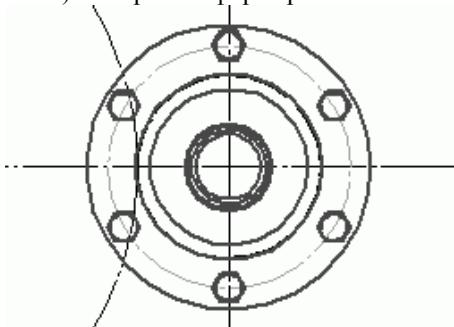

Рис. 2.105. Выполнение команды Копирование по окружности
6. Выделите созданную головку винта и нажмите на панели Редактирование кнопку Копия по окружности. В качестве центра копирования укажите точку начала координат (0;0), из раскрывающегося списка Количество копий выберите значение 6, а в группе кнопок Режим нажмите кнопку Вдоль всей окружности (рис. 2.105). Завершите формирование копий, нажав кнопку Создать объект.